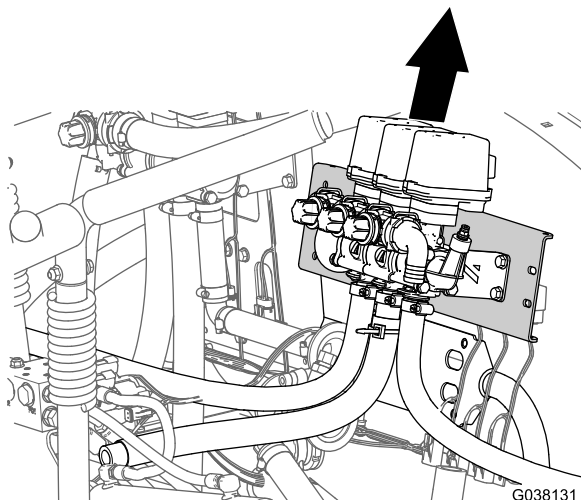

Figura 19
2. Retire las válvulas de sección de los brazos, las mangueras de alimentación y el soporte de la válvula de sección de la máquina (Figura 19).